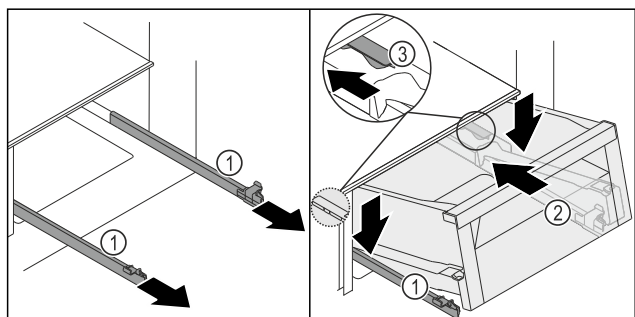
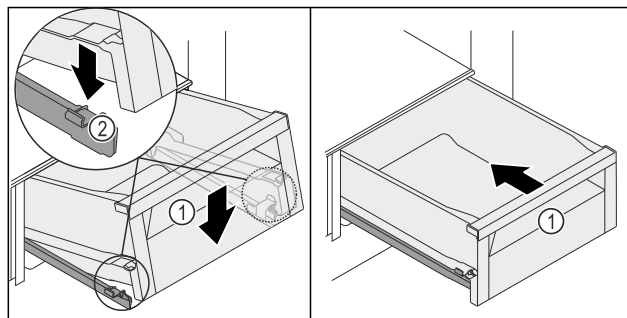

Fig. 200
Fig. 201
- ▶ Kolejničky Fig. 200 (1) pevně držte a zásuvku Fig. 200 (2) nasad'te shora za zářez Fig. 200 (3) na kolejničkách Fig. 200 (1).
- ▶ Zásuvku Fig. 200 (2) na kolejničkách Fig. 200 (1) zasuňte až na doraz směrem dozadu.
- ▶ Zásuvku Fig. 200 (2) vpředu spusťte dolů tak, aby se zásuvka zasunula vlevo a vpravo do svorky Fig. 201 (2).
- ▶ Zásuvka Fig. 201 (1) slyšitelně zacvakne.
- ▶ Zásuvku Fig. 201 (1) zasuňte.